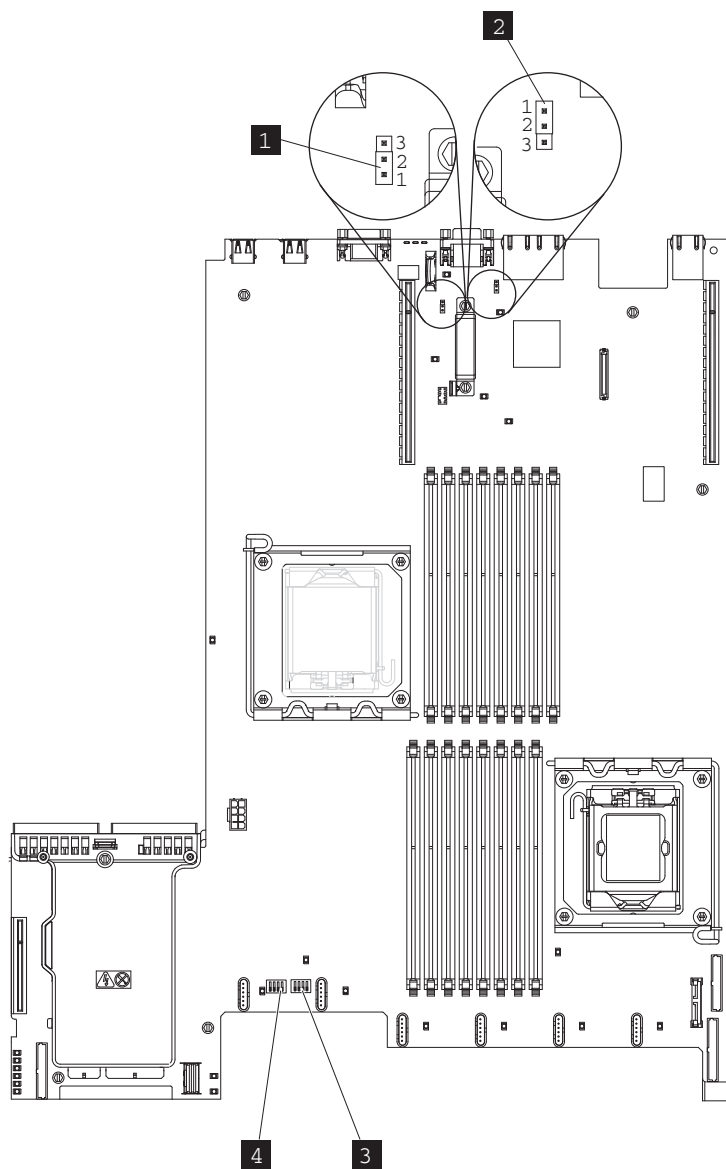

図 324. システム・ボード上のジャンパーの設定
1. 新しいシステム・ボードをアンパックし、そのジャンパーを 図 324 に示すように適切に設定します。